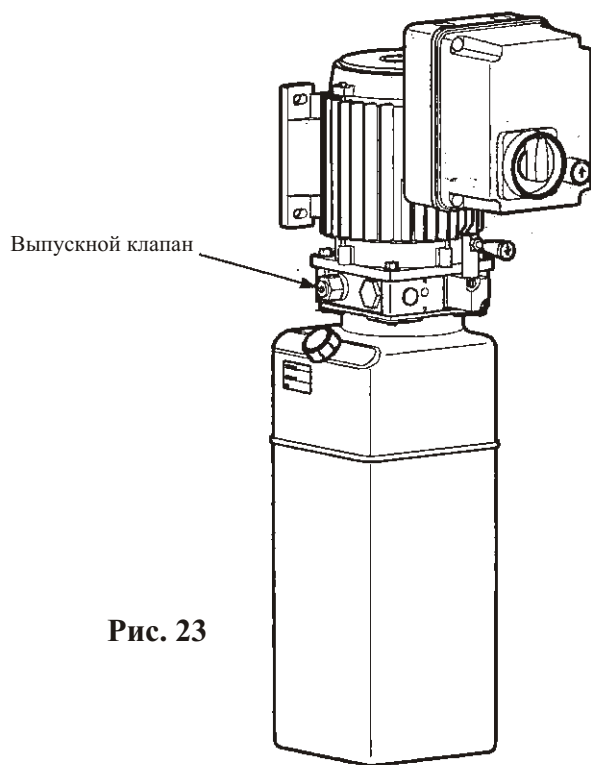

Рис. 23
**24. Проверка давления в гидравлической системе:** проверьте давление в гидросистеме при помощи выпускного клапана, расположенного на блоке питания подъемника (рис. 23). Максимальное давление выпуска не должно превышать  $17,22 \text{ Н/мм}^2$  для моделей SPOA9E и SPOA7E, а для модели SPO9E -  $13,12 \text{ Н/мм}^2$  (рис. 23). Выпускной клапан подъемника не регулируется. В случае неисправности клапана его следует заменить.